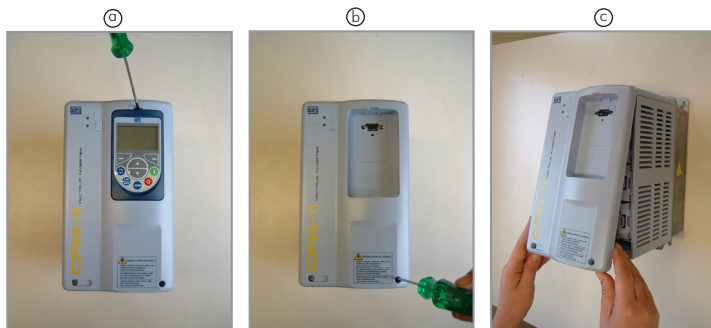

Figura 2: Remoção da tampa frontal
Passo 1: Com o inversor desenergizado, retire a tampa frontal do inversor (figura 2);